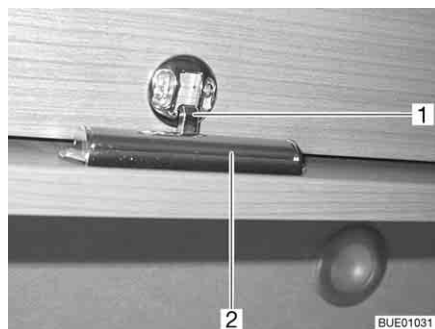

Fig. 51 Alçapão de móvel com botão de pressão
- Pressione o botão de pressão. O botão de pressão salta para fora (Fig. 51).